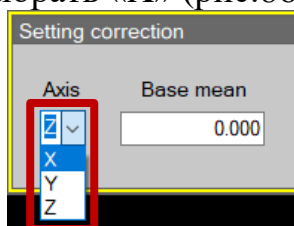

Рис.86. Выпадающий список осей
12. В выпадающем списке выбрать «X» (рис.86);